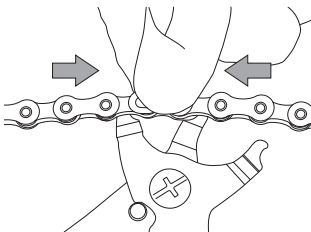

Fig.13
- Comprima el C-Link™ empujando por ambos lados (interno y externo) y, al mismo tiempo, accione la pinza para acercar los dos pasadores (Fig. 13).